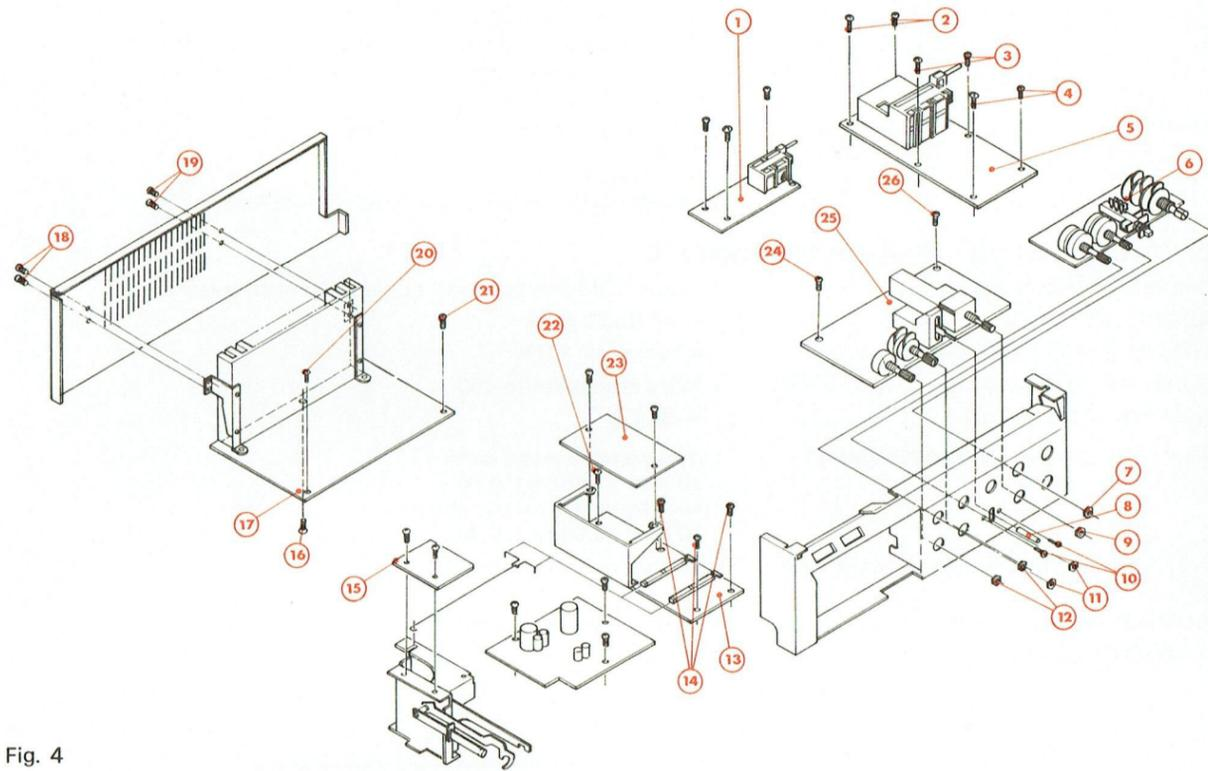

Fig. 4
E. DÉPOSE DE LA PLATINE HF-FI/MA-MF (Fig. 4)
- 2° - Déposer la platine convertisseur GO (1).
- 3° - Dévisser les vis (2), (3) et (4).
- 4° - Déposer la platine HF-FI/MA-MF (5).
F. DÉPOSE DE LA PLATINE ENREGISTREMENT-LECTURE (Fig. 4)
- 2° - Déposer la platine «DOLBY» (23).
- 3° - Dévisser les vis (14) et (22).
- 4° - Déposer la platine enregistrement-lecture (13).
G. DÉPOSE DE LA PLATINE AMPLIFICATEUR DE PUISSANCE ET RADIATEUR (Fig. 4)
- 2° - Dévisser les vis (16), (18), (19), (20) et (21).
- 3° - Déposer la platine amplificateur de puissance et son radiateur (17).
H. DÉPOSE DE LA PLATINE POTENTIOMÈTRES (Fig. 4)
- 2° - Dévisser les écrous (7) et (12).
- 3° - Déposer la platine potentiomètres (6).
I. DÉPOSE DE LA PLATINE PRÉAMPLIFICATEUR ET COMMUTATIONS (Fig. 4)
- 2° - Tirer la manette (8).
- 3° - Dévisser les vis (10), (24) et (26) et les écrous (9) et (11).
- 4° - Déposer la platine préamplificateur et commutations (25).
- 2° - Déposer la platine oscillateur (15) (Fig. 4).